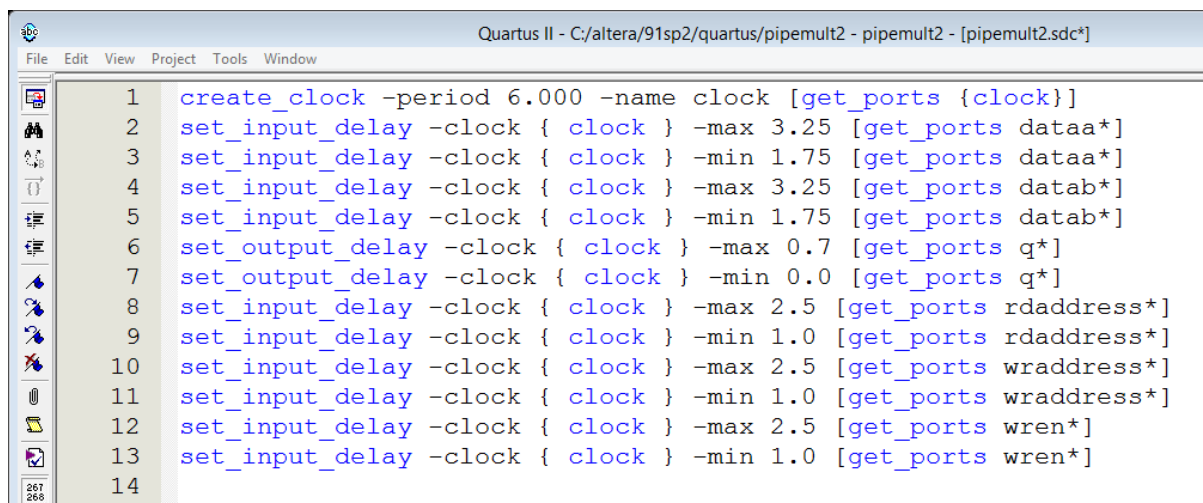

Рисунок 70. Вікно тимчасових призначень для контактів вводу/виводу
4.4. За допомогою команди **Set Input Delay**, встановіть всі параметри для вхідних сигналів **wren**, **rdaddress** і **wraddress**. Значення максимальної вхідний затримки має бути рівне **2.5 ns**, мінімальна вхідна затримка – **1.0 ns**, щодо тактової частоти **clk1**. Збережіть файл (рис. 70).